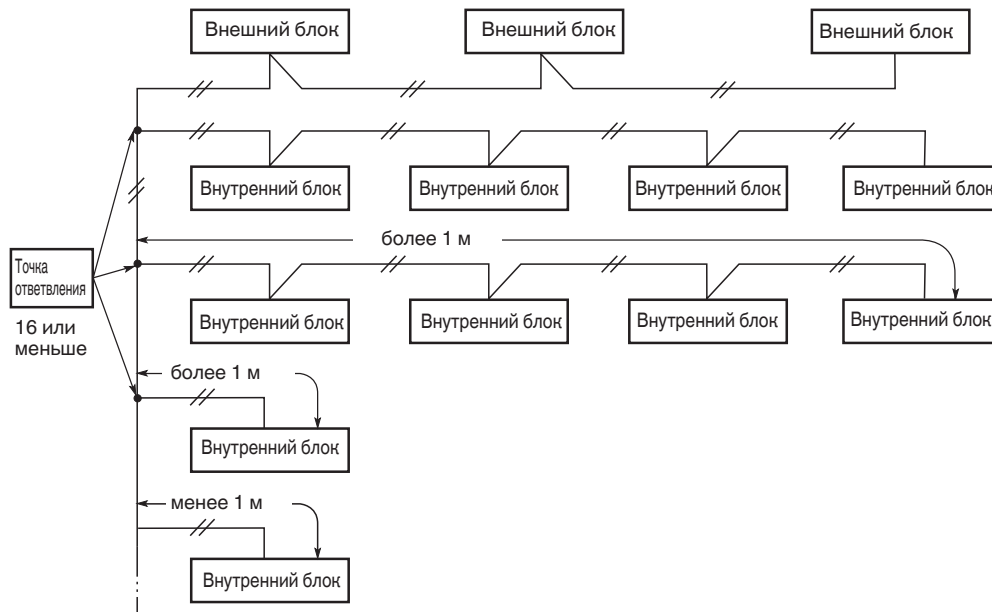

Рис. 4-3
- (4) При формировании ответвлений межблочной проводки управления число точек ответвления не должно превышать 16. (Ответвления длиной менее 1 м не включаются в общее число ответвлений.) (Рис. 4-3)